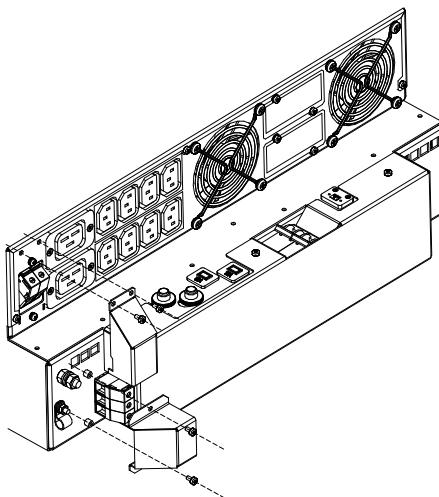

Рисунок 11. Крепление защитных кожухов на выводы «Вход ~ 220 В» и «Выход ~ 220 В»
5. Снять с выводов подключения входной сети защитный кожух (крепление защитного кожуха – **рисунок 11**), после чего присоединить фазный проводник, нейтральный проводник и проводник заземления входной сети к выводам ИБП «Вход ~220» (**рисунок 10**).
ВНИМАНИЕ! После окончания работ по подключения входной сети на выводы «Вход ~ 220 В» следует одеть защитный кожух (крепление защитного кожуха – **рисунок 11**).
Сечение кабеля для подключения максимальной нагрузки к выводам «Выход ~ 220» – 10 мм² (перед выполнением подключения с выводов необходимо снять защитный кожух – **рисунок 11**).
ВНИМАНИЕ! После окончания работ с выводами «Выход ~ 220 В» на данные выводы следует одеть защитный кожух (крепление защитного кожухов – **рисунок 11**).